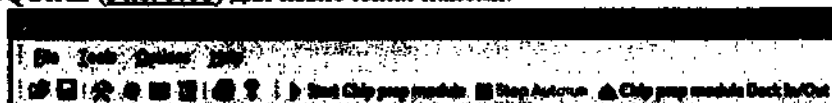

Рис. 3.16. Панель инструментов SpectroACQUIRE
1. Нажать кнопку **Chip prep module Deck In/Out** на панели инструментов SpectroACQUIRE (Рис. 3.16) для извлечения панели.